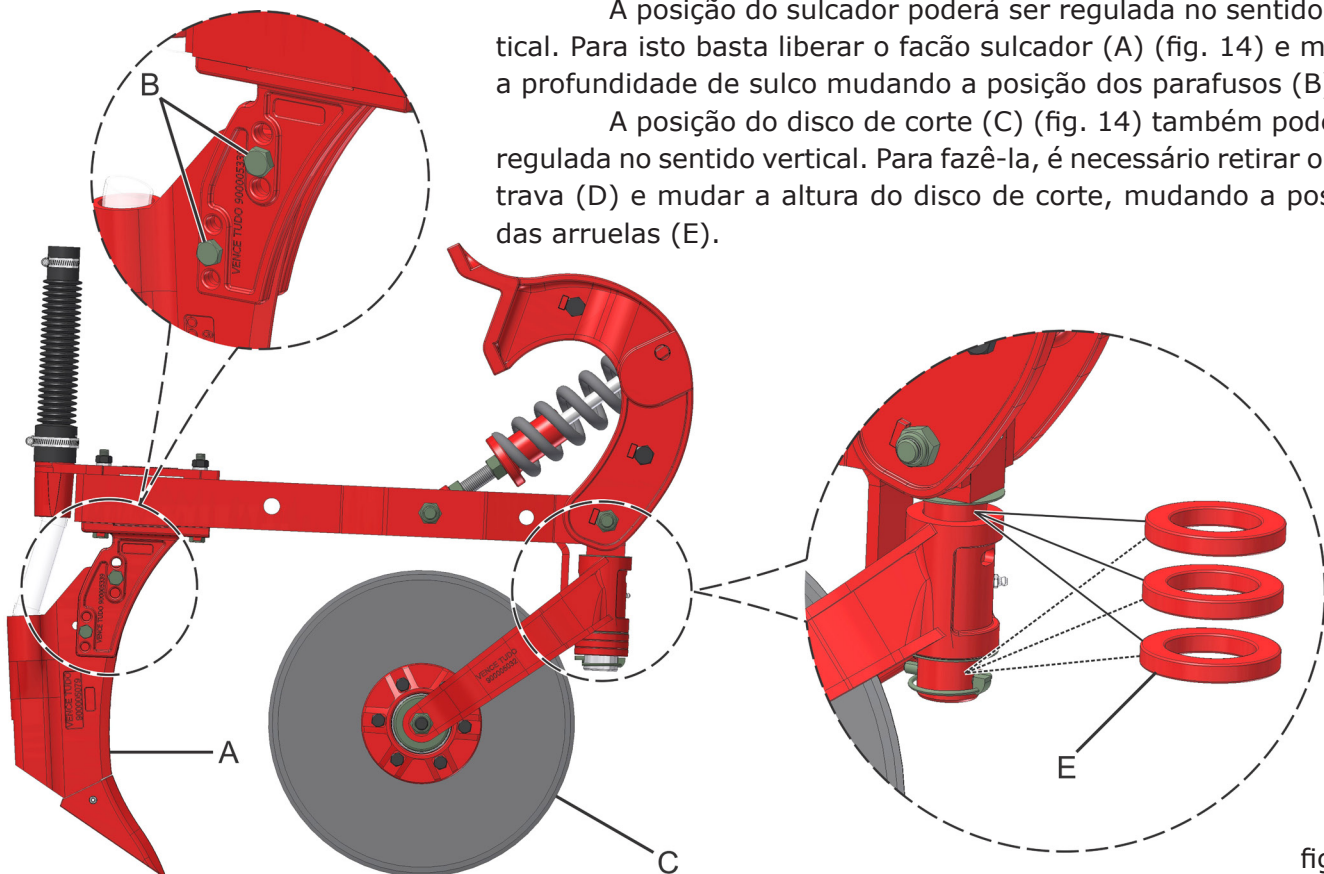

fig. 14
A posição do sulcador poderá ser regulada no sentido vertical. Para isto basta liberar o facão sulcador (A) (fig. 14) e mudar a profundidade de sulco mudando a posição dos parafusos (B).
A posição do disco de corte (C) (fig. 14) também pode ser regulada no sentido vertical. Para fazê-la, é necessário retirar o pino trava (D) e mudar a altura do disco de corte, mudando a posição das arruelas (E).